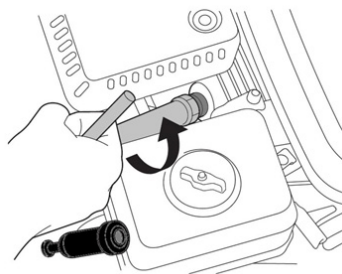

Рис. 27 Обслуживание свечи зажигания
- Открутите свечу зажигания свечным ключом (Рис. 27).